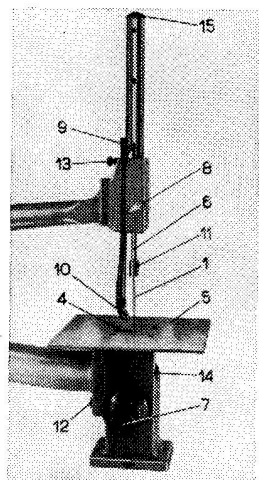

Fig. 18
B. Scie à étrier (fig. 18 et 19)